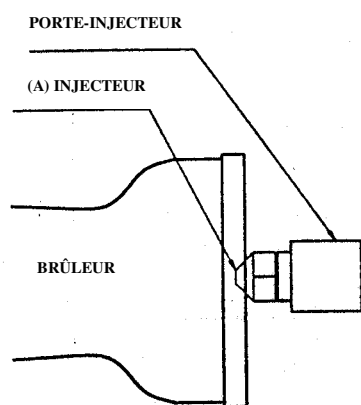

Fig. 1
Démonter les injecteurs (A) des brûleurs (Fig. 1) et les remplacer par ceux adéquats selon le gaz à utiliser (Tableau 1).